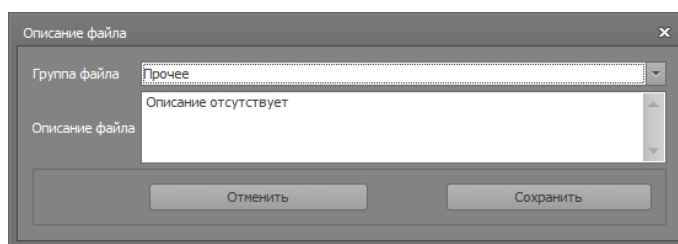

Рисунок 105
- Внесите изменения в открывшемся окне – Описание файла (Рис.105)